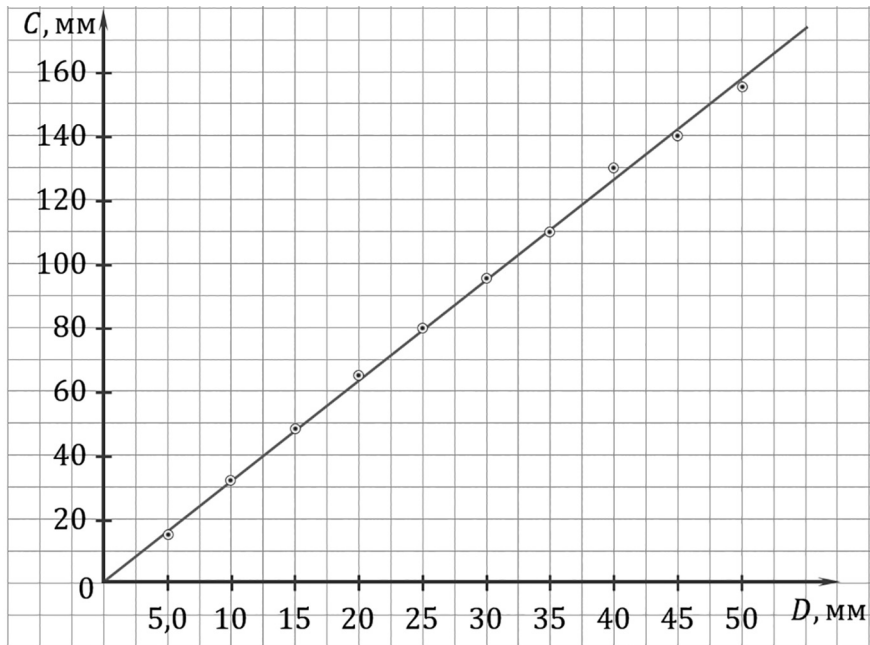

Рисунок 1
4. Проведём прямую линию, которая проходит через экспериментальные точки. При этом совсем не обязательно, чтобы она проходила через каждую из них, поскольку они известны с некоторой погрешностью (рисунок 1).